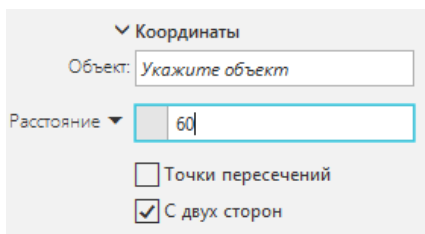
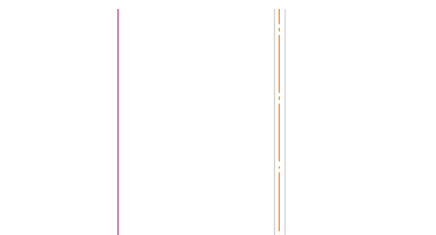

Рисунок 3.2 – Введення параметрів допоміжних паралельних прямих
Рисунок 3.3 – Попереднє креслення з допоміжними паралельними прямими
– провести дві допоміжні лінії, паралельні відносно осьової лінії, на відстані 60 мм: в *Інструментальній панелі Креслення-Геометрія-Паралельна пряма*. Вводимо в панелі *Параметри* відстань 60 мм та обираємо параметр *З двох сторін* (рис. 3.2). Обираємо на кресленні осьову лінію та підтверджуємо дію, отримуємо попереднє креслення – рис. 3.3.